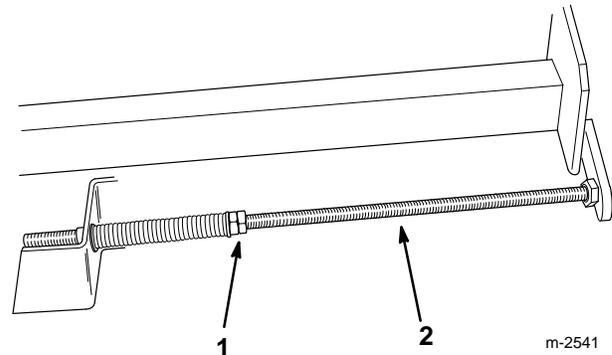

Abbildung 26
3. Die Gegenmutter an jeder Justierwelle lösen, um die Spannung am Antriebsriemen zu lösen (Abb. 26).